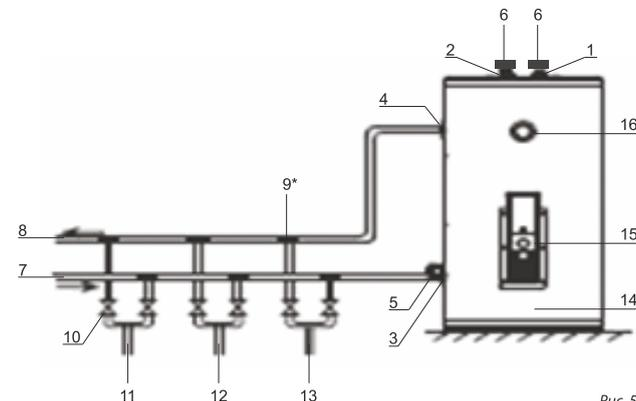

Рис. 5
- открутить винт ручки комбинированного предохранительного клапана и перевести ручку в верхнее положение (см. рис. 5), из отверстия сброса давления должна потечь вода.